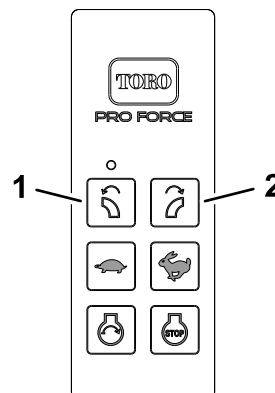

Figura 40
4. Mantenga pulsados simultáneamente los botones GIRAR TOBERA A LA IZQUIERDA y GIRAR TOBERA A LA DERECHA (Figura 40).
7. Pulse y mantenga pulsado el botón GIRAR TOBERA A LA IZQUIERDA (Figura 40).
8. Siga presionando el botón GIRAR TOBERA A LA IZQUIERDA (Figura 40) y gire la llave de encendido a la posición de MARCHA.
- Suelte el botón GIRAR TOBERA A LA IZQUIERDA (Figura 40) y gire la llave de encendido a la posición de PARADA.